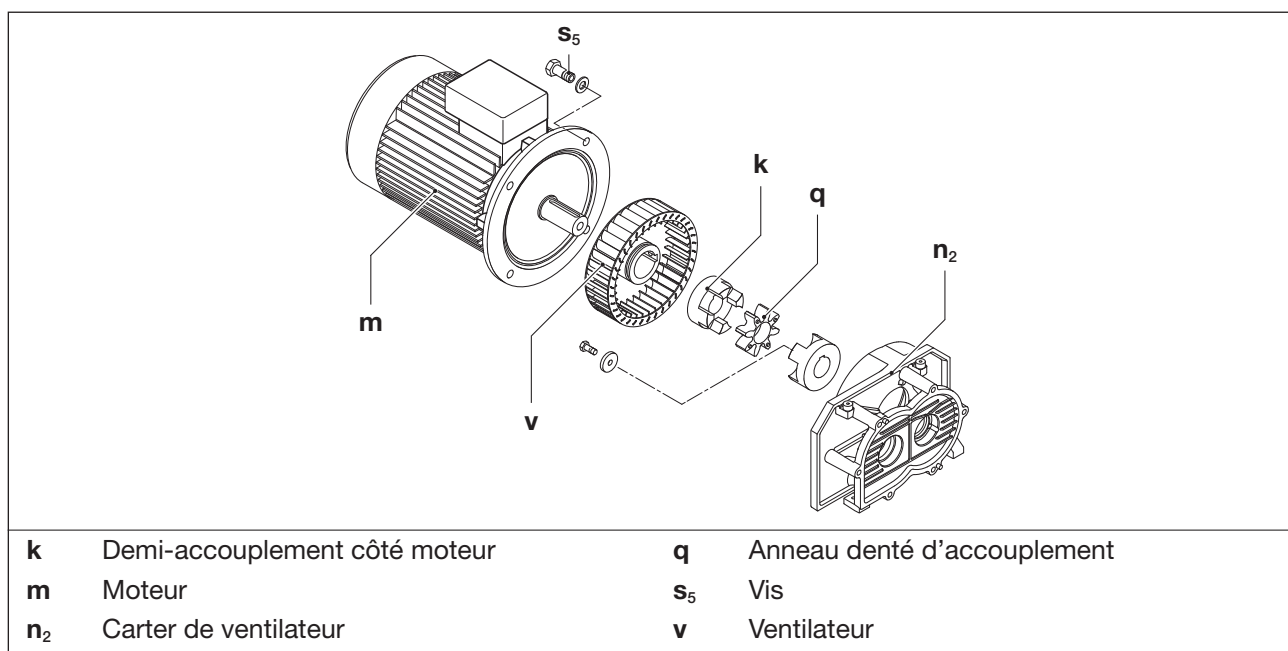

Fig. 8 Accouplement
L'anneau denté d'accouplement (Fig. 8/q) est sujet à l'usure et doit être contrôlé régulièrement (au moins 1 fois par an). De temps en temps, il faut également contrôler le ventilateur (Fig. 8/v) et vérifier s'il présente des dommages.
- b) Attachez le moteur (Fig. 8/m) à l'attache de transport à l'aide de l'outil de levage.
- c) Desserrez les vis (Fig. 8/s5) sur la bride du moteur et extrayez le moteur avec son demi-accouplement côté moteur (Fig. 8/k) du carter du ventilateur (Fig. 8/n2) en tirant dans le sens axial.
- d) Contrôlez l'anneau denté (Fig. 8/q). Si l'anneau denté est endommagé ou usé, remplacez-le.
- e) Contrôlez le ventilateur (Fig. 8/v) et si nécessaire remplacez-le.
- f) Remontez l'anneau denté et le moteur avec le demi-accouplement côté moteur dans le sens axial et fixez à l'aide des vis (Fig. 8/s5) sur la bride moteur.